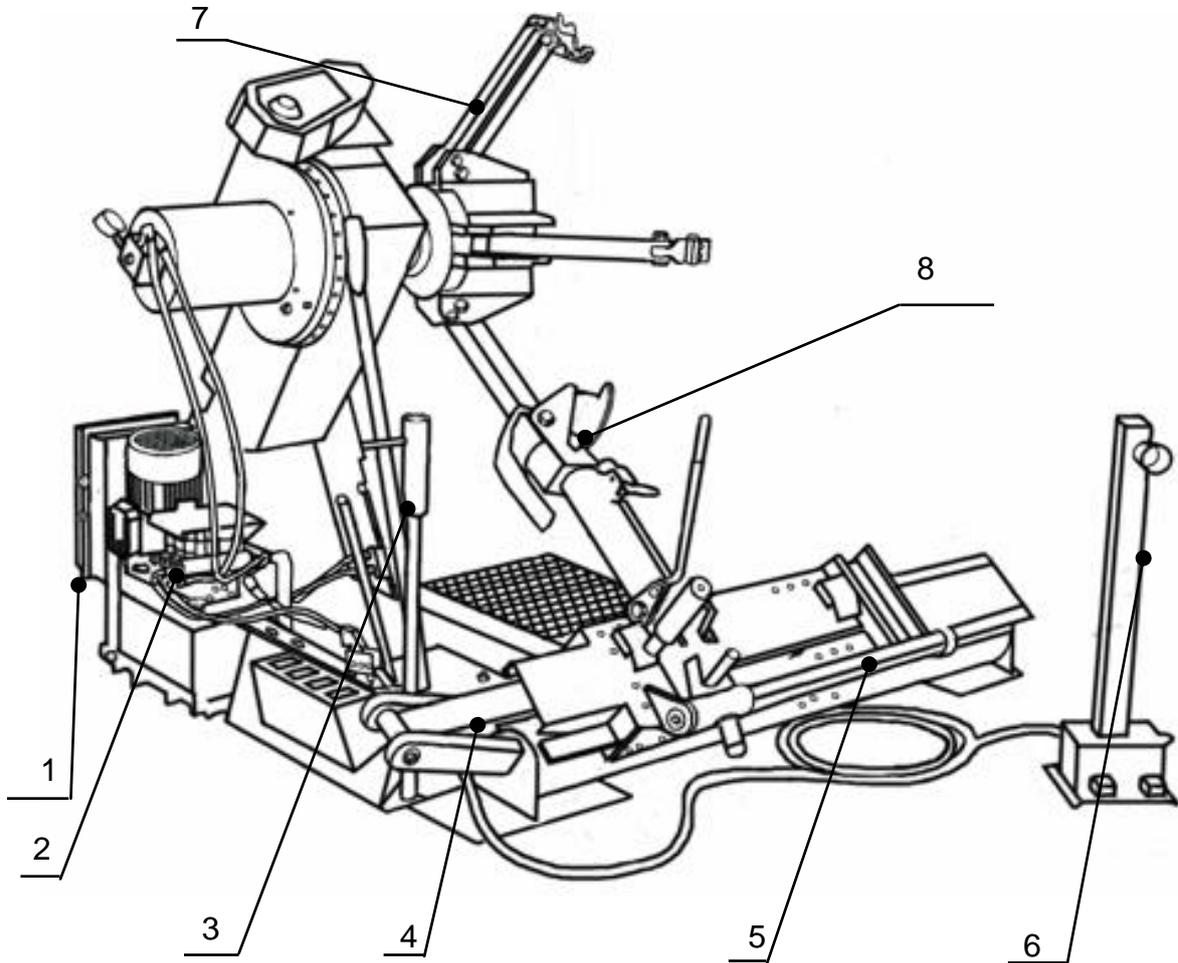

Рисунок 1 Стенд шиномонтажный грузовой
4.2.1 Стенд представляет собой стационарное устройство с электрогидроприводом. Конструкция станда (см. Рисунок 1) включает в себя станину 4, на которой уста-